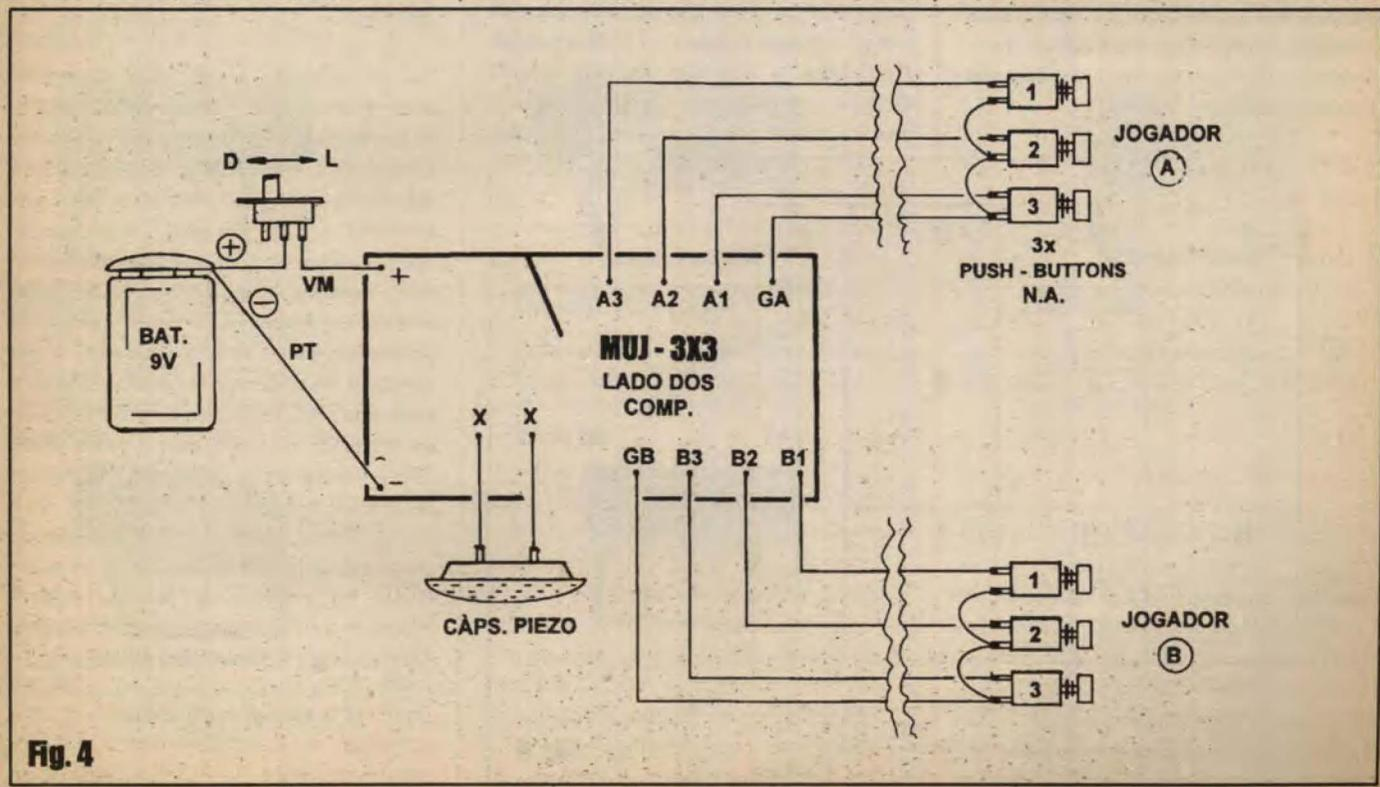

Fig. 4
- **FIG. 4 - CONEXÕES EXTERNAS À PLACA** - Como é norma nas descrições visuais das montagens, aqui em APE, mostramos agora a placa do impresso (ainda pela sua face não cobreada, porém desprezando-se os componentes já soldados diretamente a ela - detalhados na figura
partir da próxima figura... Em laterais opostas da caixa principal devem ser centralizadas fendas para a passagem dos *flat-cables* que levam aos pequenos *containers* suportando os conjuntos de três *push-buttons* (ligados *nos conformes* da FIG. 4). De acordo com as recomendações já feitas, cada cabagem de *joystick* deve ter um comprimento de aproximadamente 50 cm., de modo a tornar a operação confortável para ambos os jogadores, e também de forma que os botões possam ser discretamente premidos *sem que o oponente possa ver o lance*...